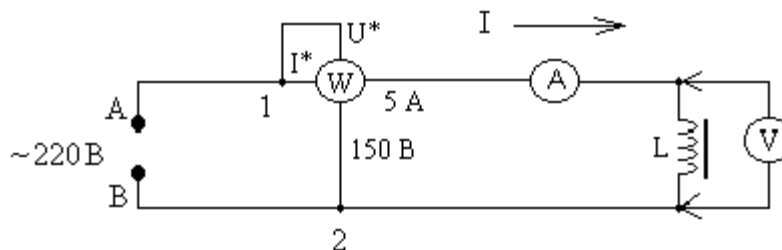

Рис.2
4. Собрать схему (рис.2) с индуктивным приемником (реальной катушкой индуктивности, она имеет активное сопротивление - сопротивление провода R_L и индуктивное сопротивление X_L).